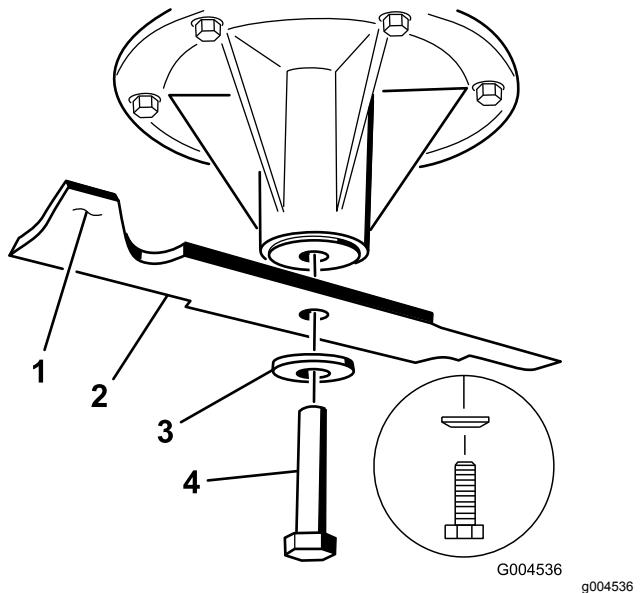

Bild 76
- Nehmen Sie die Messerschraube, Wellenscheibe und das Messer von der Spindelwelle ab (**Bild 76**).
3. Feilen Sie, wenn das Schnittmesser nicht ausgewuchtet ist, vom Flügelbereich des Messers etwas Metall ab (Bild 76).